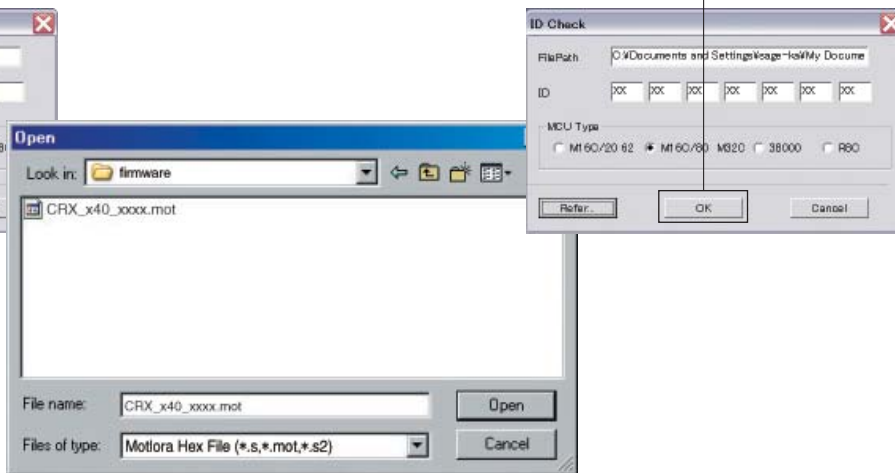

Fig. 3
4. Click [Refer...] and select the firmware name. (Fig. 3)
- * The ID code and MCU type are loaded automatically when the file is selected. (Fig. 3)
- Click [OK]. (Fig. 3)
4. [Refer...] をクリックし、書き込むファームウェアを選択します。(Fig. 3)
- ※ ID、および MCU Type は書き込みファイル選択後、自動的に取り込まれます。(Fig. 3)
- [OK] をクリックします。(Fig. 3)